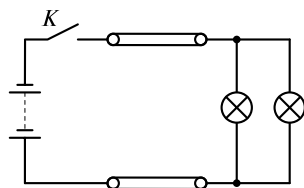

Рис. 1.10. К задаче 1.63
■ **1.63.** На рис. 1.10 приведена схема подключения аккумуляторной батареи к двум электрическим лампам с помощью соединительных проводов. Составить эквивалентную схему замещения этой цепи.